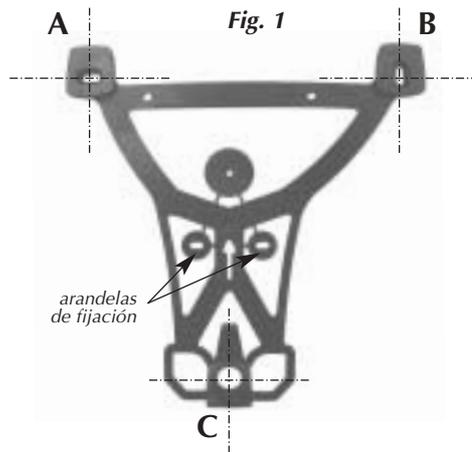

Fig. 3
- Utilizar los pasa cables para el cable sobre la central (Fig. 3).